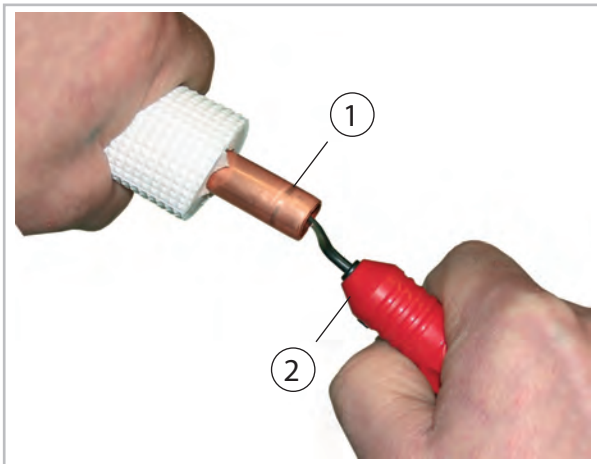
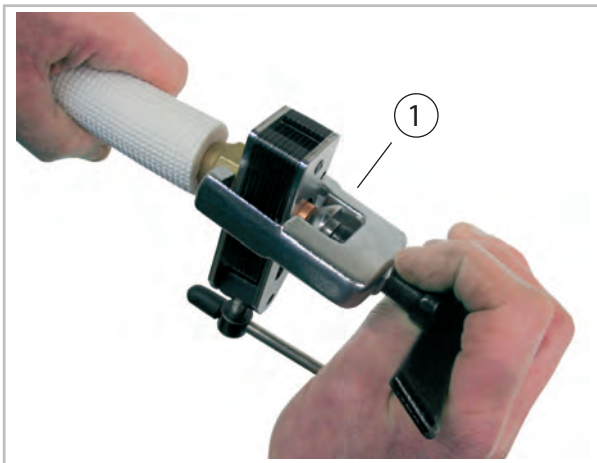

Abb. 18: Entgraten der Kältemittelleitung
Abb. 19: Bördeln der Kältemittelleitung
8. ➤ Bearbeiten Sie die verlegten Kältemittellei-tungen wie im Folgenden dargestellt (Abb. 18 und Abb. 19).